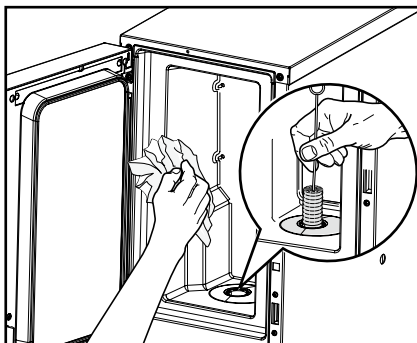

Fig. 25
4. Rengør det indvendige af kølefaget med en ren, fugtig klud og doseringsenheden med en børste (fig. 25).